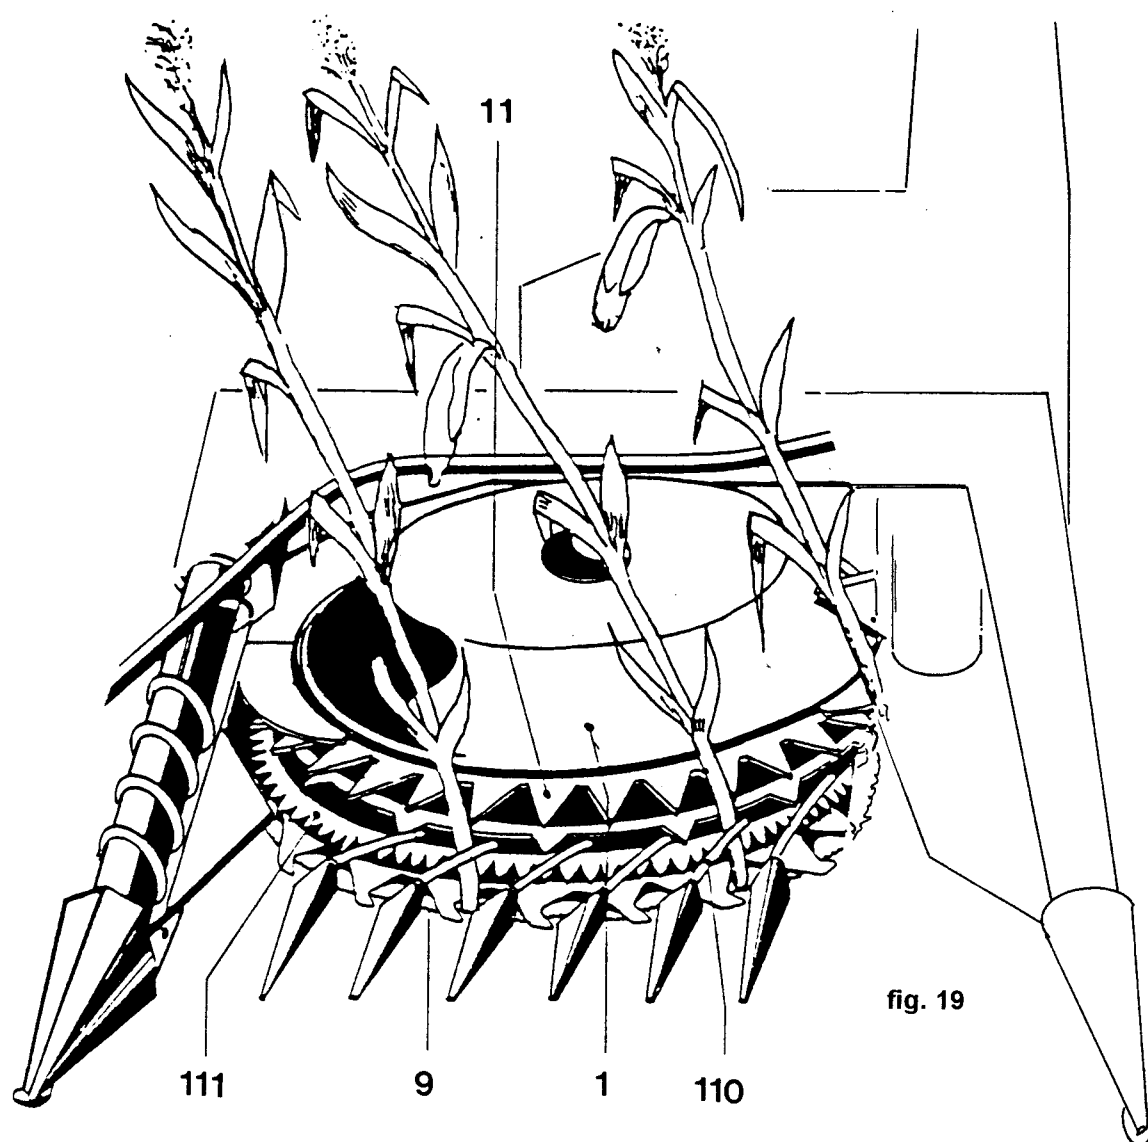

fig. 19
Mode de fonctionnement fig. 19 La technique de récolte brevetée de la Champion permet à l'utilisateur de s'engager à son gré dans le produit à récolter: en suivant les rangs ou en travaillant en sens transversal, voire oblique par rapport aux rangs. Aucune tige de maïs ne peut échapper aux segments des couteaux. Les tiges sont coupées sur toute la largeur de travail en coupe libre, c'est-à-dire sans contre-couteau, par les scies (9) tournant à grande vitesse, sur quoi elles sont transportées par le tambour (1) tournant à petite vitesse le long des barres d'alimentation (110) et saisies, comme par une pince, par les dents (111). Par suite de la rotation du tambour de convoyage, les tiges s'appuient contre les dents d'entraînement (11) et passent, bien précomprimées et dans un flux longitudinal homogène, vers le groupe hacheur.